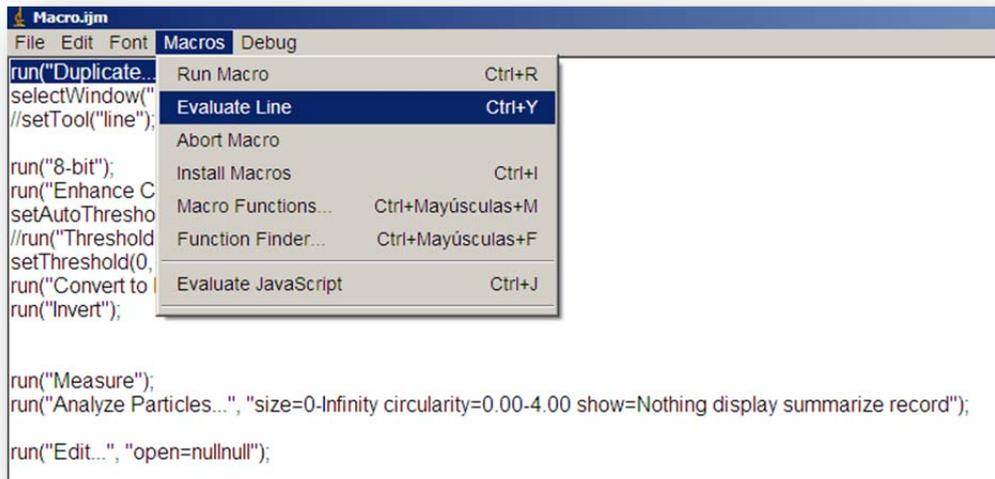

Figura 3 Detalle de la selección de la primera línea de la macro y su ejecución
4. Seleccionar la primera línea de la macro y ejecutarla. En el menú seleccionar **“Macros”** y luego **“evaluate line”** (Figura 3).